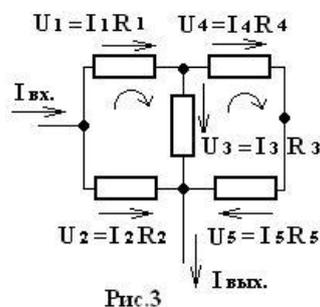

Рис.3
5. Рассмотрите рисунок 3. Запишите законы Кирхгофа для представленного замкнутого контура.